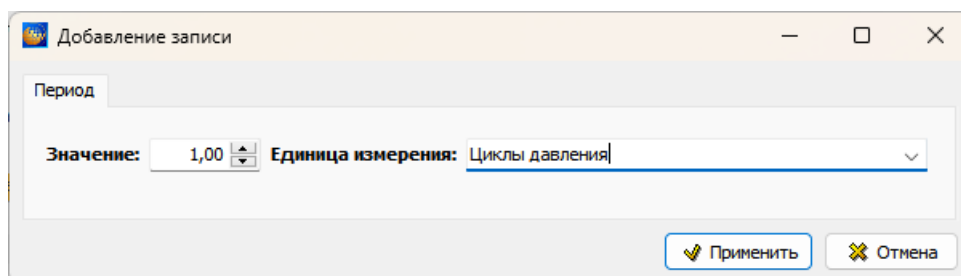

Рисунок 552
- 2) Щелкните левой кнопкой мыши по полю интервалов обслуживания и нажмите на кнопку **Добавить** на панели инструментов редактора. После этого откроется окно **Добавление записи** (рисунок 552).